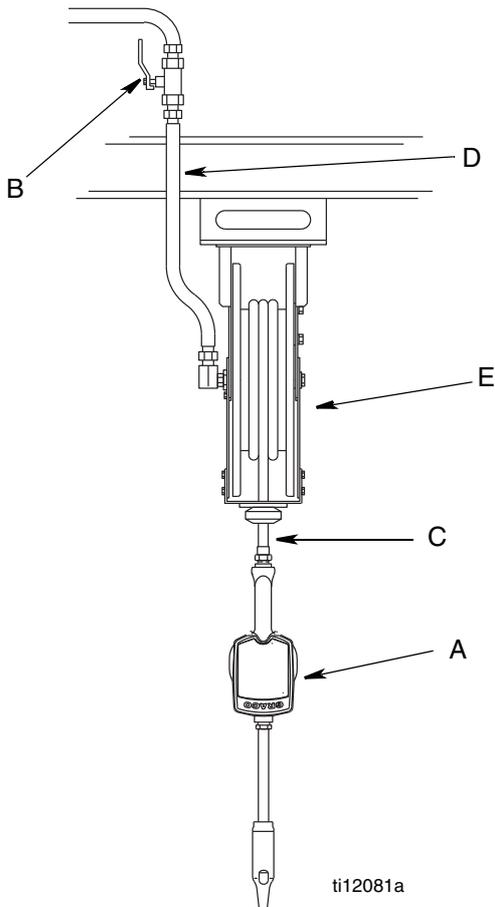
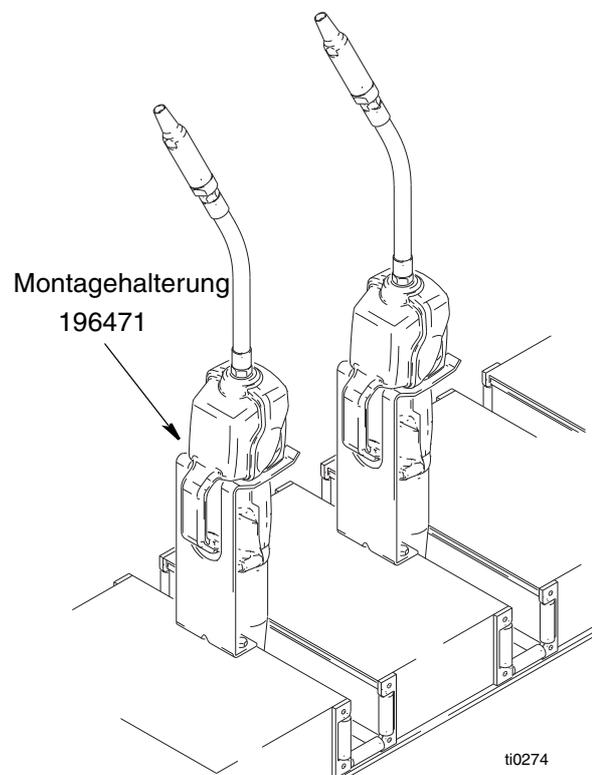

ABB. 1
ABB. 2
ABB. 1 zeigt eine typische Schlauchaufrollvorrichtung. Das Ausgabeventil kann ebenfalls auf einer Konsole installiert werden, wie in Abbildung 2 gezeigt.
Die in Abb. 1 gezeigte typische Installation ist nur eine Richtlinie. Es handelt sich dabei nicht um eine komplette Systemauslegung. Kontaktieren Sie Ihren Graco-Händler zwecks Unterstützung bei der Planung eines Systems, welches Ihren Anforderungen gerecht wird.
Die Montagehalterung 196471 kann für die Ablage des Ausgabeventils auf einer Konsole verwendet werden. Siehe Abb. 2.
3. Schließen Sie das Absperrventil (B, ABB. 1, Seite 4).